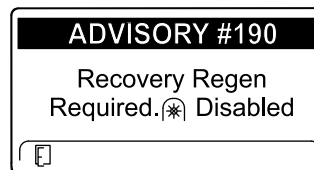

Figura 61
- Recovery regen required (Es necesaria una regeneración de recuperación) ADVISORY #190 (Aviso n.º 190) (Figura 61)